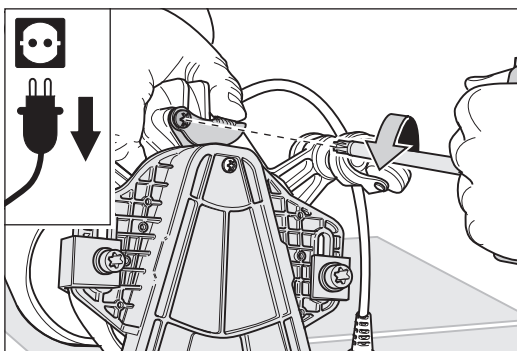

Bild 31 Lossa den skruv med vilken remspänningsplåten är faststätt.
- 5 Lossa den skruv med vilken remspänningsplåten är fastsatt med universalnyckeln (bild 31).